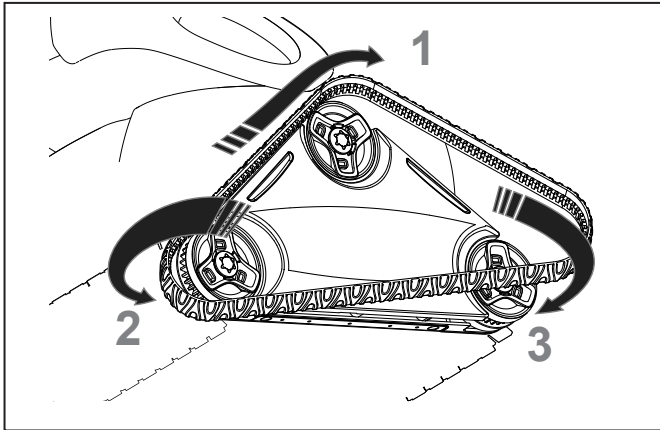

Figura 32. Estire la pista alrededor de las ruedas
4. Estire la pista alrededor de la segunda rueda y luego jale para colocar la pista a través de la última rueda (vea la figura 32). Empuje y coloque en la posición correcta el borde de la pista, de modo que se asiente correctamente en la ranura de la rueda.